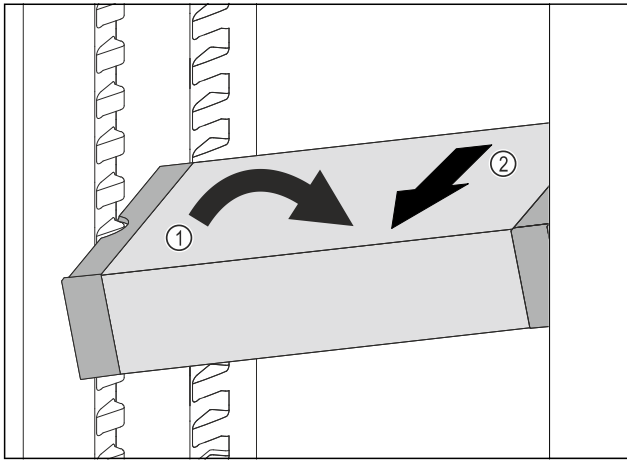

Fig. 81
- ▶ VarioSafe in het koelgedeelte schuin zetten. Fig. 81 (1)
- ▶ VarioSafe naar voren toe verwijderen. Fig. 81 (2)